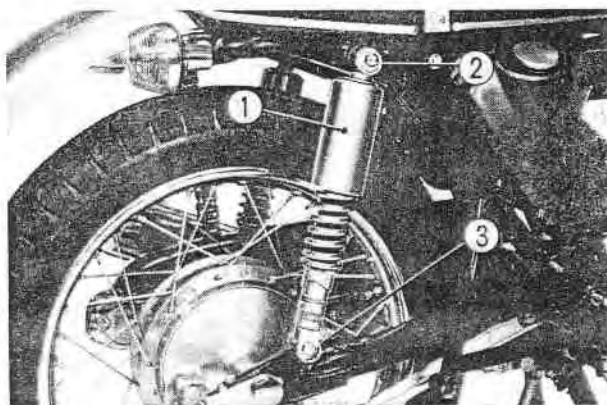

Fig. 12-2 ① Amortisseur
1. Dévisser l'écrou borgne supérieur et le boulon de fixation d'amortisseur et séparer celui-ci du cadre. (Fig. 12-2)